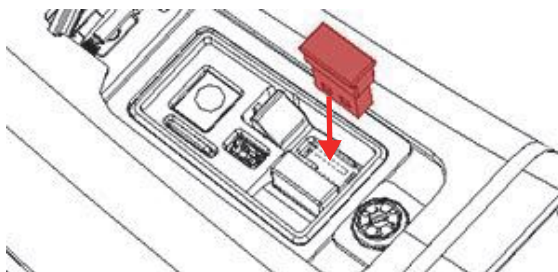

图 3-7 插入无线局域网适配器
1. 将适配器的连接器与无线局域网接口对齐（参见第63页的图 3-7）。